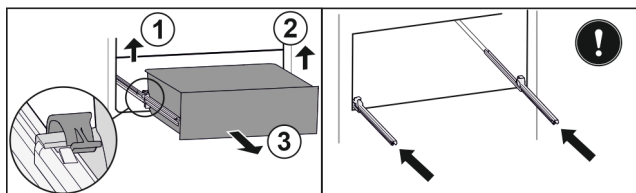

Fig. 211
- ▶ Zvedněte levou svorku a současně vytáhněte zásuvku vlevo dopředu. Fig. 211 (1)
- ▶ Zvedněte pravou svorku a současně vytáhněte zásuvku vpravo dopředu. Fig. 211 (2)
- ▶ Vyjměte zásuvku dopředu. Fig. 211 (3)